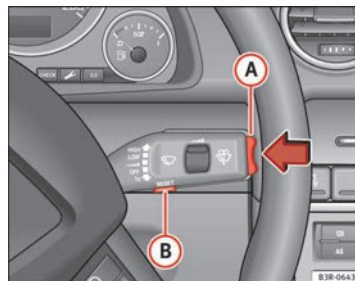

Fig. 60 Palanca del limpiaparabrisas: Elementos de manejo del ordenador de a bordo
Pulsando la tecla Reset (B) ⇒ fig. 60 se puede conmutar entre las funciones del ordenador de a bordo 1 y 2.
Bastará con pulsar brevemente el interruptor-selector de funciones o bien la tecla **Reset** ⇒ **fig. 60** para borrar el aviso sobre la duración de viaje.
- Pulse la zona superior o inferior del conmutador-selector de funciones (**A**) ⇒ **fig. 60**. Se visualizarán una tras otra las funciones del ordenador de a bordo en los niveles de memoria correspondientes.